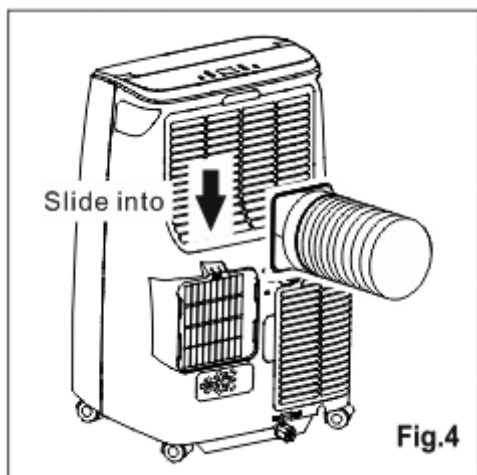

Fig.4
4. Installare l'ingresso del tubo nell'unità (Fig. 4)).